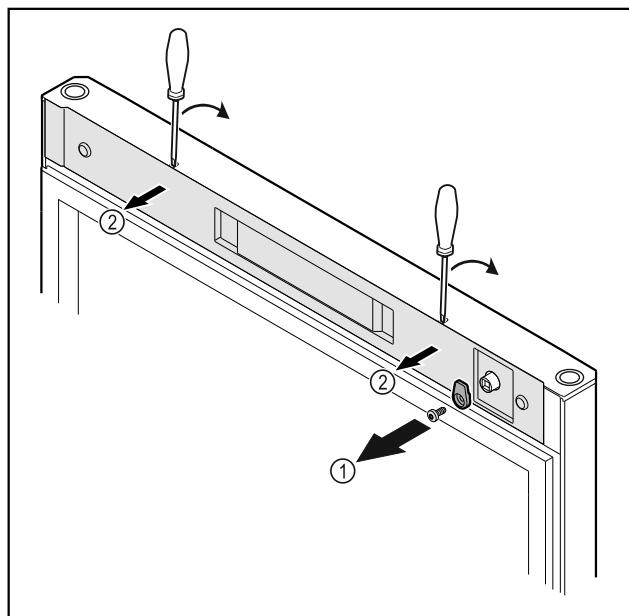

Fig. 10
- Deșurubați Fig. 10 (1) cârligul de închidere.
- Deblocați apărătoarea Fig. 10 (1) cu o șurubelnită mică și detașați-o.